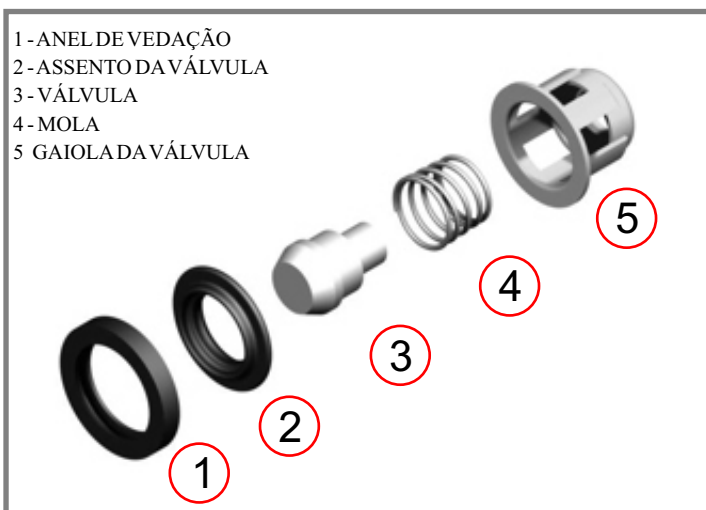

Fig. 47
1 - Encaixe a mola (Fig. 47 item 4) dentro da válvula (Fig. 47 item 3).
2 - Introduza o conjunto válvula/ mola dentro da “gaiola” (Fig. 47 item 5)
3 - Colocar o assento da válvula (Fig. 47 item 2) sobre a parte da frente da gaiola . (Fig. 48)
4 - Acoplar o anel de vedação (Fig. 47 item 1) “fechando”o conjunto. (Fig. 49)